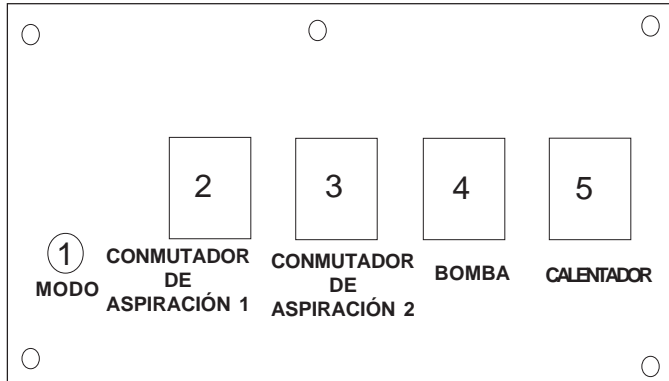

Figura 5
- C. Conecte el cable número 2. Encienda el conmutador "Heat (calentar)", espere dos minutos para que el intercambiador de calor alcance la temperatura de funcionamiento. Ahora puede comenzar la limpieza. El calor inicial demora 10 segundos hasta alcanzar la varilla. La luz "Mode (modo)" se enciende cuando el intercambiador de calor está calentando activamente. (Vea la Figura 5 en la página 8 siguiente).